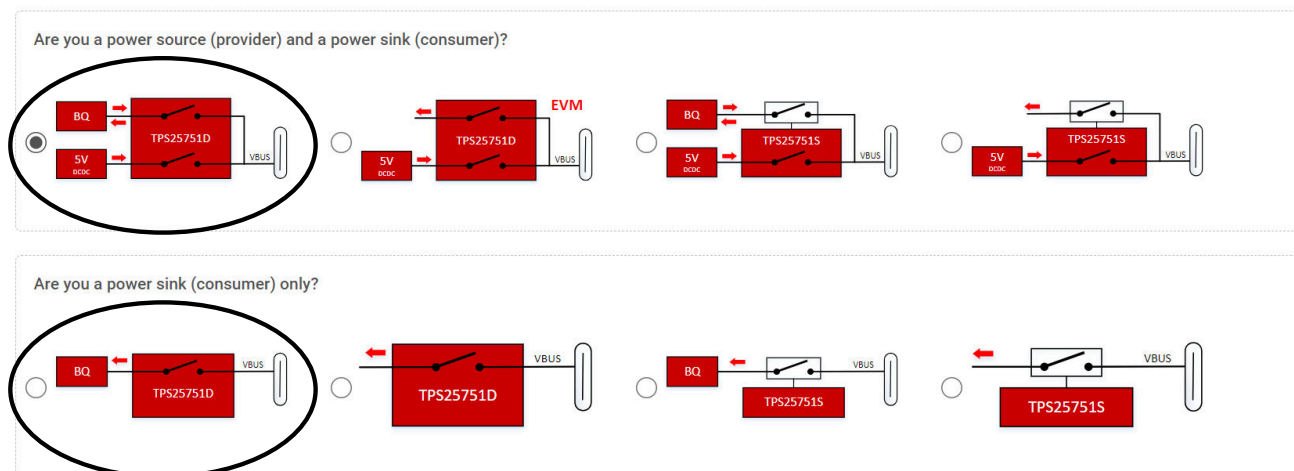

图 4-10. TPS25751D + BQ 配置
1. 打开应用程序自定义工具并选择以下图 4-10 所示 TPS25751D + BQ 配置之一。